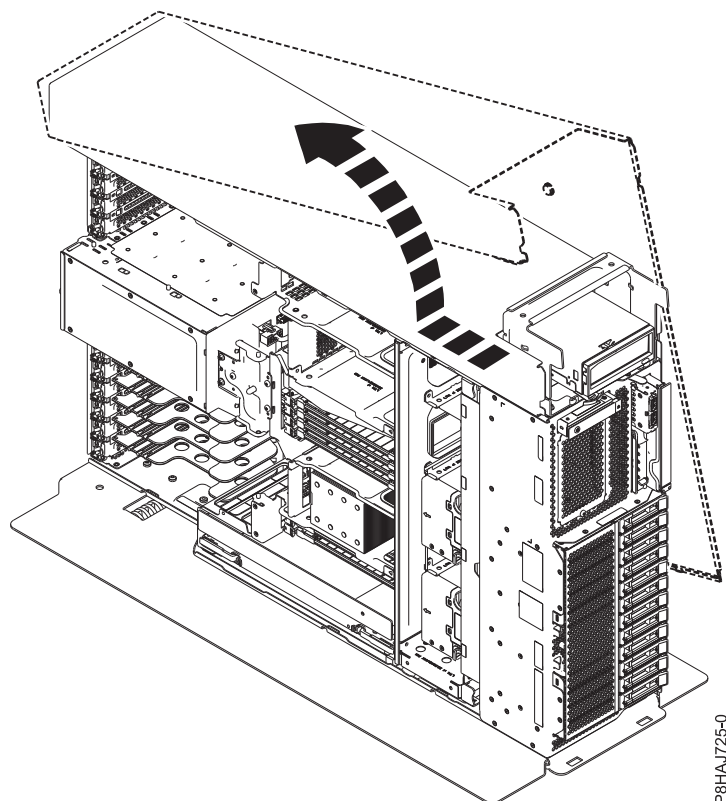

図 54. 8286-41A のサイド・カバーの取り外し
5. サイド・カバーを、図 54 に示されている方向へスライドさせて、システムから外します。